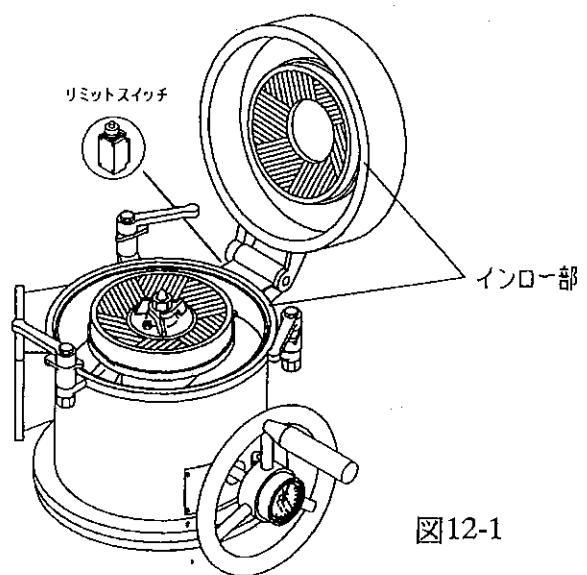

図12-1
- d 本体と上蓋本体のインローブ部に異物が付着していることを確認し、締め込みハンドルで上蓋本体を確実にロックします。（図12-1）